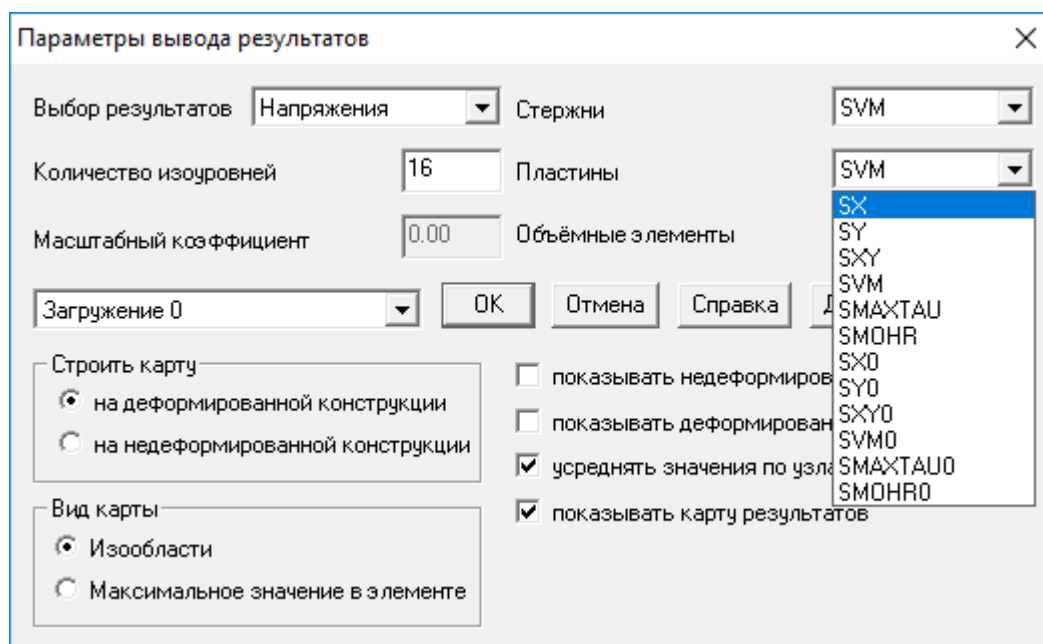

Рис. 2.22
7.1. Просмотр особенностей карты результатов расчета параметров пластин. Выбираем в меню **Результаты** пункт **Карта результатов...**, что приводит к появлению диалогового окна «**Параметры вывода результатов**». Это диалоговое окно может быть развернуто нажатием кнопки «**Дополнительно >>>**» (рис. 2.22).